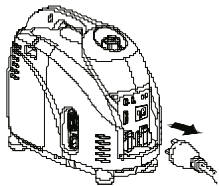

Рис. 12
- Перед запуском отключите от генератора все электроприборы (Рис. 12).